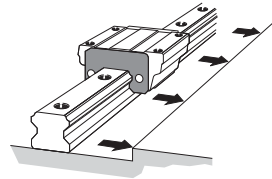

Рис.7 Выравнивание рельса LM относительно базовой поверхности
- (2) Осторожно поместите рельс LM на опорную поверхность и временно закрепите его болтами так, чтобы рельс LM был слегка прижат (совместите метку на рельсе LM с боковой базовой поверхностью опорного элемента). (Рис.7)